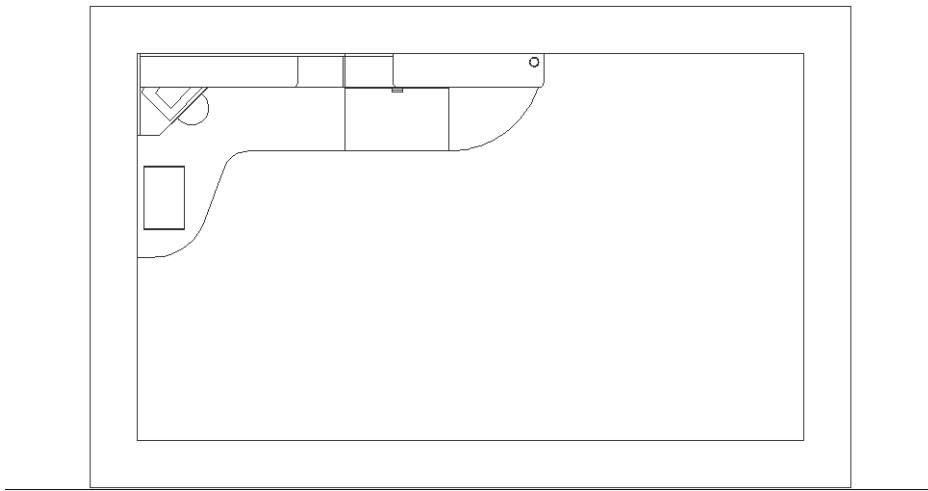

Рис. 7.3 ▼ Внутренние и наружные контуры стен детской комнаты
- Снова воспользуйтесь инструментом **Зумировать в границах** (Zoom Extents) для масштабирования чертежа по границам второго прямоугольника, который будет представлять на чертеже контур наружных стен (рис. 7.3).
- Щелкните на обоих прямоугольниках для их выделения, а затем запустите инструмент **РасчлениТЬ** (Explode) панели инструментов **Изменить** (Modify). Альтернативный метод запуска заключается в использовании команды меню **Изменить** ⇒ **РасчлениТЬ** (Modify ⇒ Explode) либо во вводе в командном окне команды **РасчлениТЬ** (EXPLODE) или ее псевдонима **расч** (X).